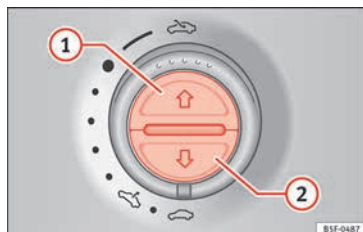

Fig. 138 En el revestimiento interior del techo: teclas de la cortinilla parasol.
Abrir completamente (función automática)	Pulse la tecla » fig. 138 ① brevemente.
- El conmutador debe estar en la posición de “cerrado” » pág. 15 ①.
- **Techo panorámico corredizo:** Durante los 5 segundos siguientes tras dispararse la función antiaprisionamiento, mantenga el mando tirado hacia atrás » pág. 15 (flecha ⑤) hasta que el techo panorámico corredizo quede completamente cerrado.
- **Cortinilla parasol:** Durante los 5 segundos siguientes tras dispararse la función antiaprisionamiento, pulse la tecla » fig. 138 ② »